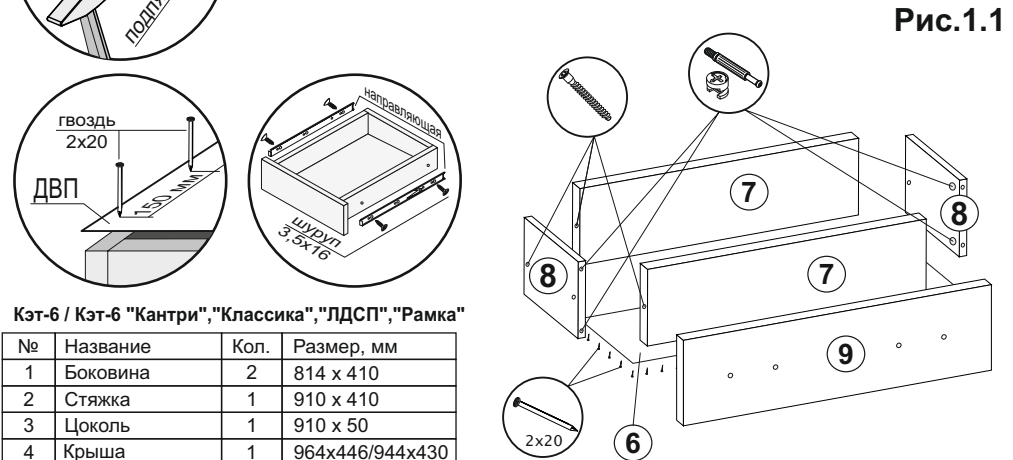

Рис.1.1
- Произвести сборку ящиков:** Соединить детали ящика (7,8) еврошурупами. Замерить диагонали получившихся ящиков и прибить ДВП (6) гвоздями 2х20. Прикрутить ручки к створкам (9) винтами М4х14/16. Установить створки (9) на собранные ящики с помощью эксцентриков. Прикрутить ответные части направляющих по центру деталей ящика (8) шурупами 3,5х16 (рис.1.1).